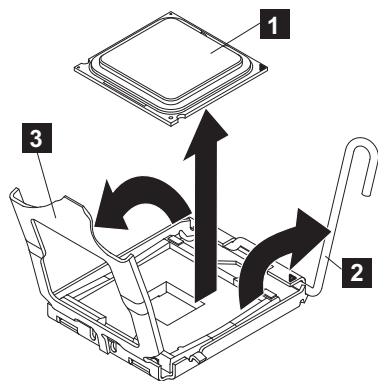

图 194. 打开 SAN Volume Controller 2145-DH8 微处理器支架框
1. 要打开插座以准备插入微处理器，请向下向外按释放杆（图 194 中的 **2**），就像卸下微处理器时那样，然后提起微处理器释放杆，直至其在完全打开位置停止。